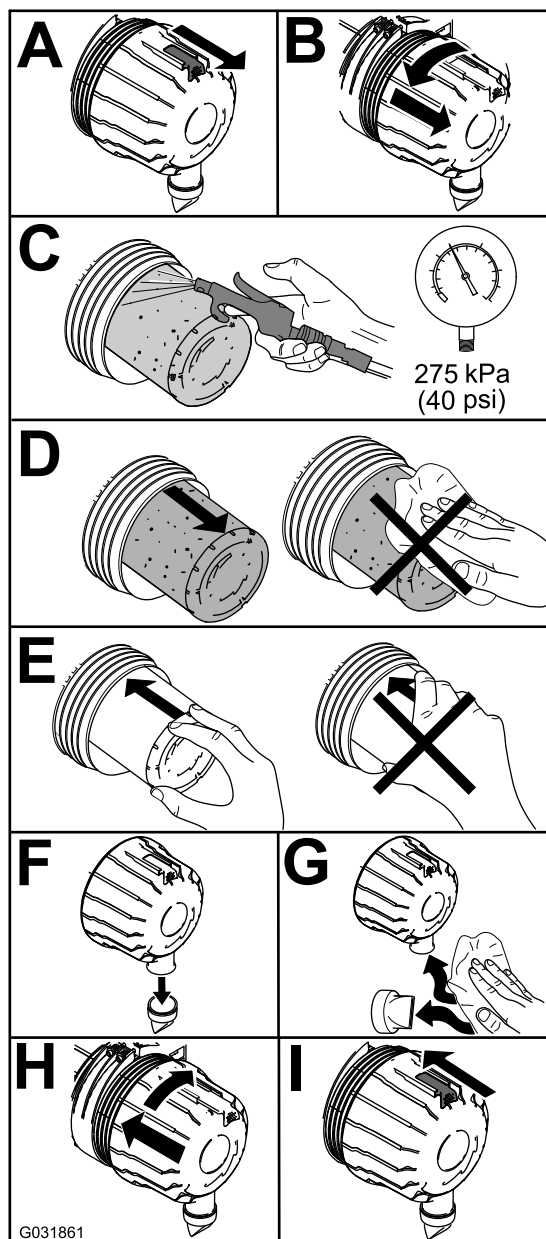

Figura 89
1. Cambie el limpiador de aire (Figura 89).